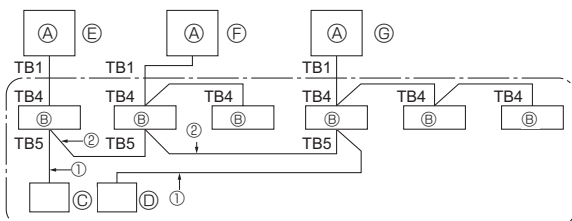

Fig. 10-1
10. Έλεγχος συστήματος (Fig. 10-1)